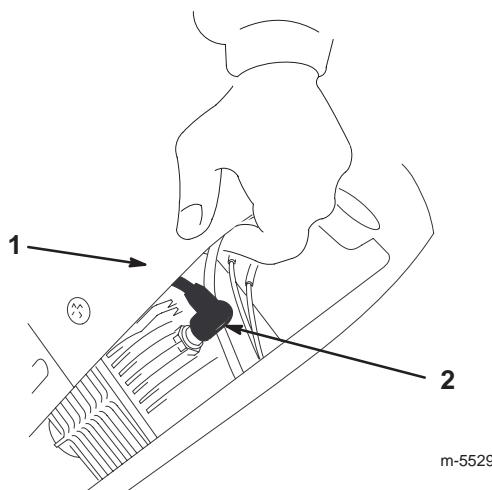

Figure 24
1. Panneau de commande 2. Vis de montage (3)
5. Soulevez le carénage et débranchez la bougie (Fig. 24).